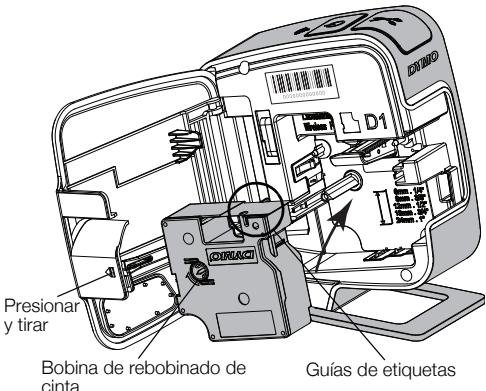

Ilustración 3
- 2 Asegúrese de que la cinta adhesiva y la cinta de impresión están tensas a lo largo de la abertura del cassette y de que la cinta adhesiva pasa entre las guías de etiquetas. Vea la Ilustración 3.